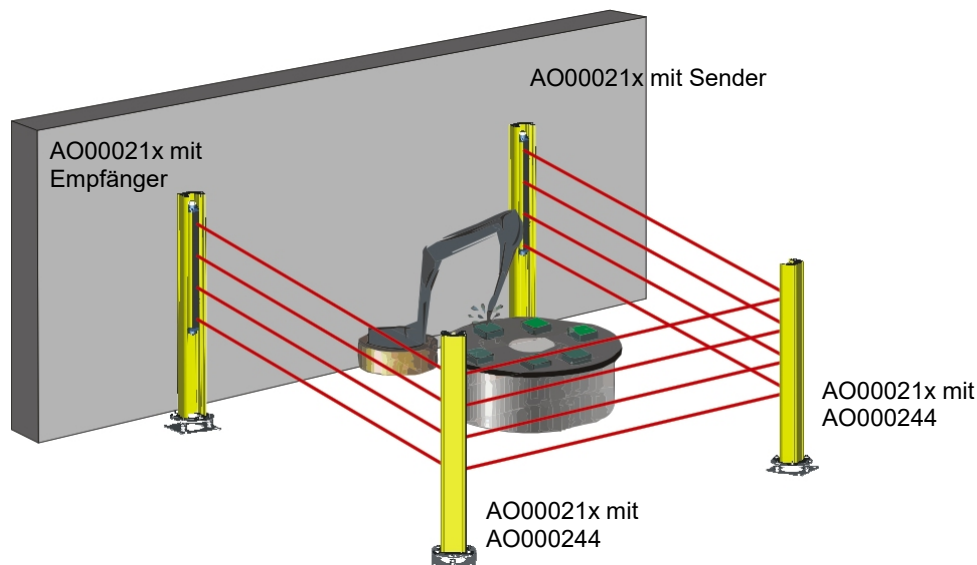

Abbildung 9
2. Die Umlenkspiegel im Schutzgehäuse in der angemessenen Version mit Hilfe des Kits AO000244 (siehe **Abbildung 9**) installieren. Die Tabelle „Modellübereinstimmung“ in der Bedienungsanleitung des Spiegels fasst die empfohlenen Paarungen zwischen Produkt und entsprechendem Umlenkspiegel zusammen.